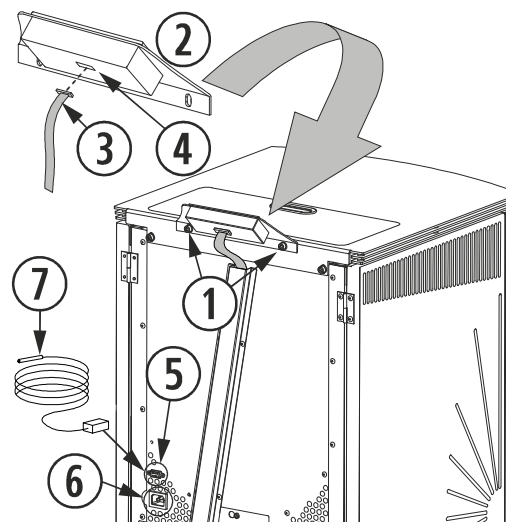

Figura 9
Dobbiamo regolare le viti che fissano il supporto alla stufa (①), come è indicato nella *figura 9* conettere il nastro piano di connessione della tastiera (③), che si trova nella parte posteriore tenuto fermo con un nastro adesivo e connetterlo alla tastiera (④), assume solo una posizione di connessione.
Il termostato di ambiente (7) e il cavo di alimentazione si connettono nella parte posteriore della stufa come indicato nella *figura 9 (Vigo)*. Saprà che la stufa lo riconosce perché vedremo riflessa la temperatura ambiente nel pannello dei comandi. Se colleghiamo un termostato o contatto invece di visualizzare la temperatura ambiente segnerà (•) indicando che c'è qualcosa collegato alla porta di comunicazione.